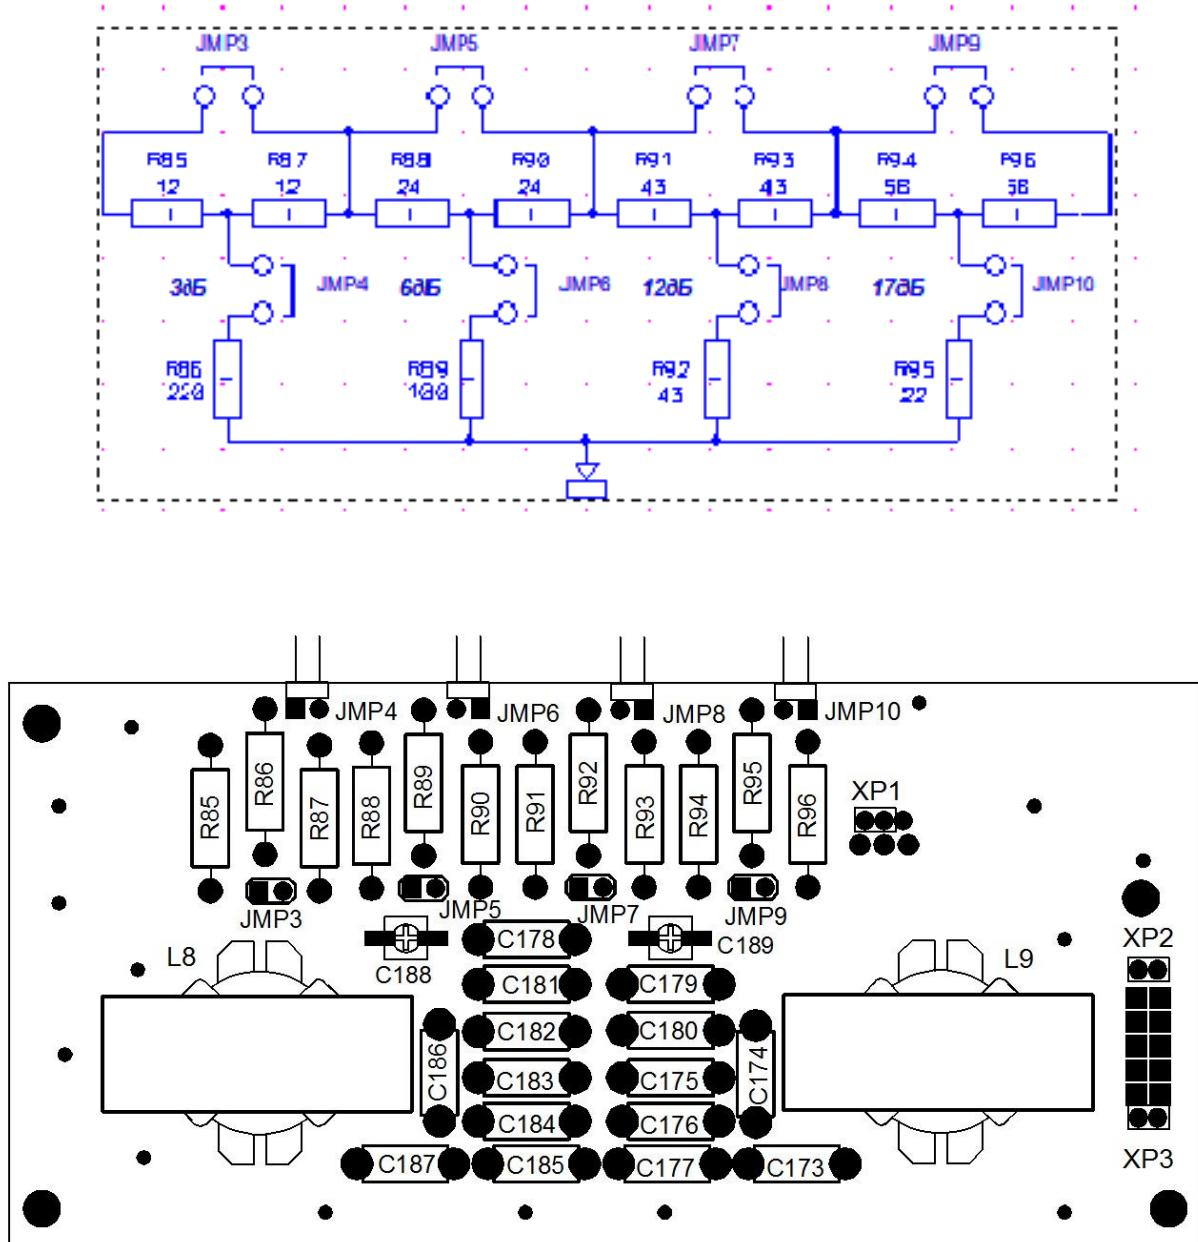

Рисунок 2.3 – Дроссели входного фильтра
2.4.3.6 Затухание четырехзвенного аттенюатора с максимальным ослаблением 38 дБ устанавливается перемычками JP3 – JP10 (дроффели входного фильтра, рисунок 2.3). При замыкании перемычек JP3, JP5, JP7, JP9 передача аттенюатора равна единице (0 дБ). Промежуточное значение затухания получаются включением различного сочетания звеньев: –3 дБ замкнут JP4 (при этом размыкается JP3); 6 дБ замкнут JP6 (при этом размыкается JP5); 12 дБ замкнут JP8 (при этом размыкается JP7); 17 дБ замкнут JP10 (при этом размыкается JP9).